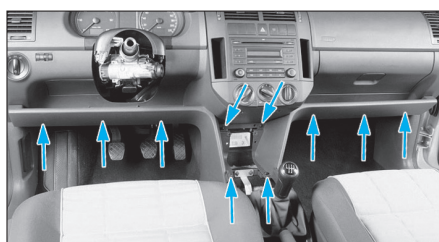

Fig. 36
- Dévisser les 10 fixations (Torx de 20) des rangements inférieurs conducteur et passager afin de les dégrafer pour les déposer (Fig.36).